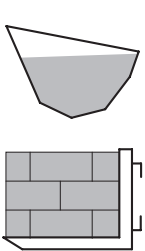

Fig. 1
- Die maximale Füllhöhe des Werkzeugs darf im Fall von Schüttgut die niedrigste Wand, im Fall von Einzelstücken die Höhe der Rückwand, nicht überschreiten (siehe Abb. 1).